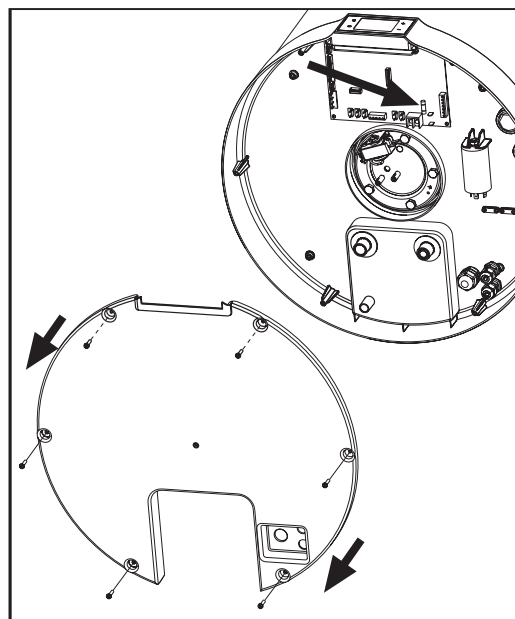

fig. 27
- Rimuovere il coperchio inferiore svitando prima le apposite viti di bloccaggio (fig. 27).